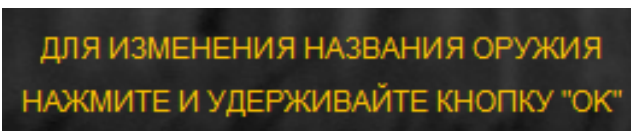

Рисунок 11 – Подсказки
- **Подсказки** – в верхней части по центру дисплея, при выполнении некоторых настроек, для удобства пользователя показываются текстовые подсказки (см. рис. 11), например: